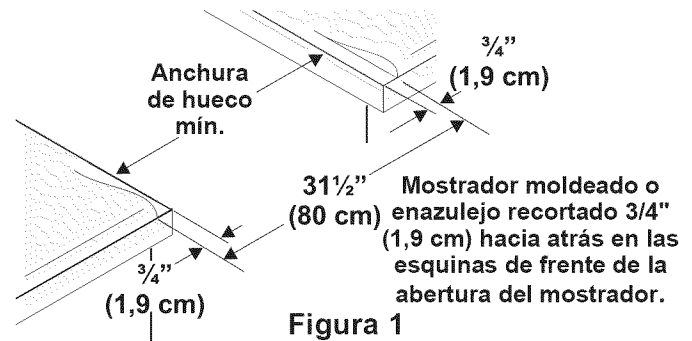

Figura 1
1.2 Preparación del mostrador (Figura 1)
- El reborde de frente de mostradores moldeados deben tener bordes moldeados a 3/4" (1,9 cm) a partir de cada extremidad de la apertura (Figura 1).
- Los mostradores enazulejos deberán necesitar un recorte de 3/4" (1,9 cm) a partir de cada extremidad y/o un borde redondeado aplanado (Figura 1).